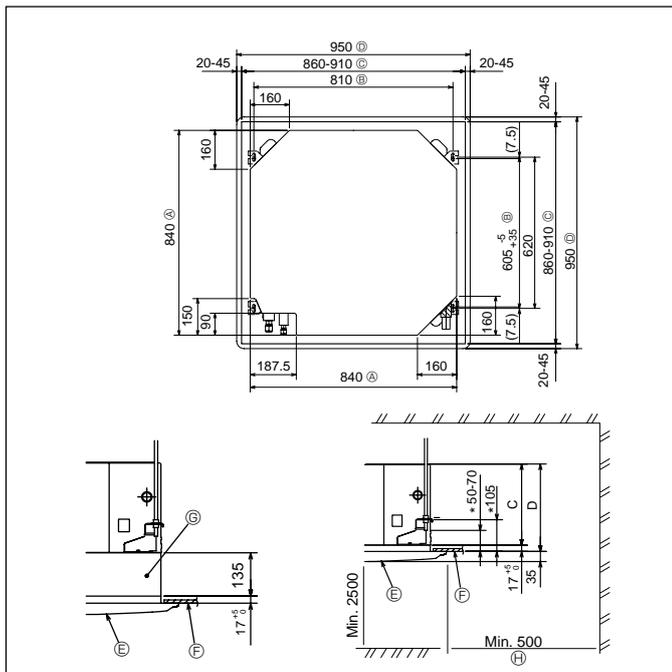

Fig. 2-2
2.2. Plafondopeningen en posities voor installatie van de ophangbouten (Fig. 2-2)
- * De afmetingen van de plafondopeningen kunnen aangepast worden binnen de begrenzingen zoals afgebeeld in Fig.2-2; u moet dus het apparaat tegen het plafondopening centreren, waarbij u ervoor moet zorgen dat de respectievelijke tegengestelde zijden aan alle kanten van de opening hetzelfde zijn.